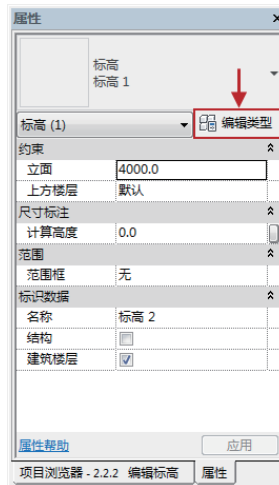

图2-51 单击按钮
- 04 选择标高线，在“属性”选项板中显示属性参数。在“立面”选项中显示标高线的间距，在“名称”选项中显示标高名称，如系统将名称设置为“标高2”，通过不同的编号区分各标高，如图2-51所示。单击“编辑类型”按钮，弹出【类型属性】对话框，在其中编辑标高的属性参数。